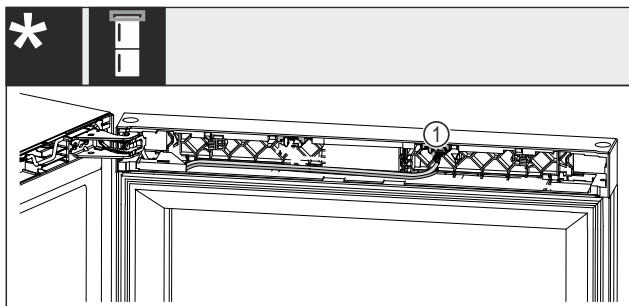

Fig. 24 Комбинации из холодильника для вина и морозильника*
▶ Вытяните штекер Fig. 24 (1) из гнезда.*